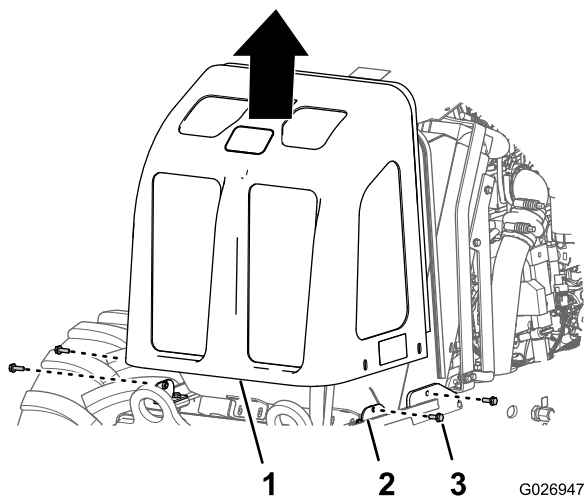

Figura 5
2. Retire los 4 pernos con arandela prensada (10 x 30 mm) que sujetan el panel delantero al bastidor de la máquina (Figura 5).
3. Incline hacia adelante el panel delantero y luego levántelo para separarlo de la máquina (Figura 5).